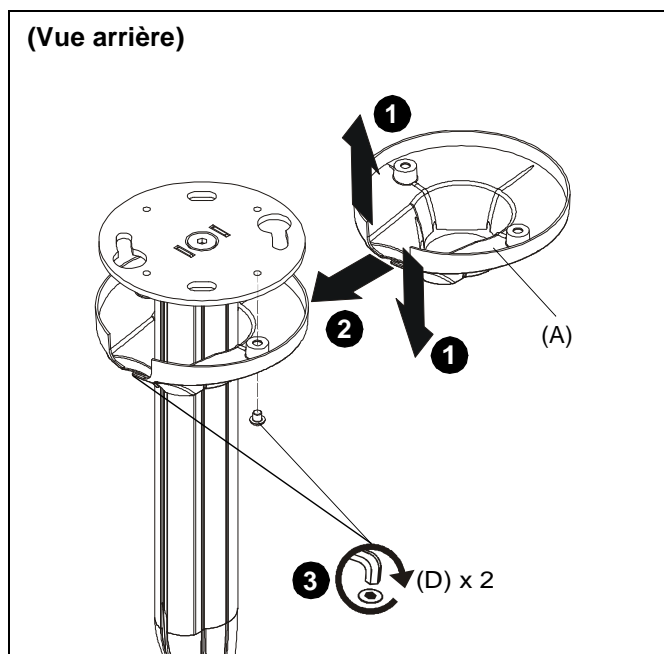

Figure 16
1. Placez le couvercle de la plaque pour plafond (A) de sorte qu'il soit possible de l'enrouler autour de la colonne d'extension. (Voir la Figure 16)
2. Enroulez le couvercle de la plaque pour plafond (A) autour de la colonne d'extension. (Voir la Figure 16)
3. Utilisez les vis à tête ronde (D) de M6 x 6 mm pour fixer le couvercle de la plaque pour plafond (A) à la plaque du CPA116. (Voir la Figure 16)